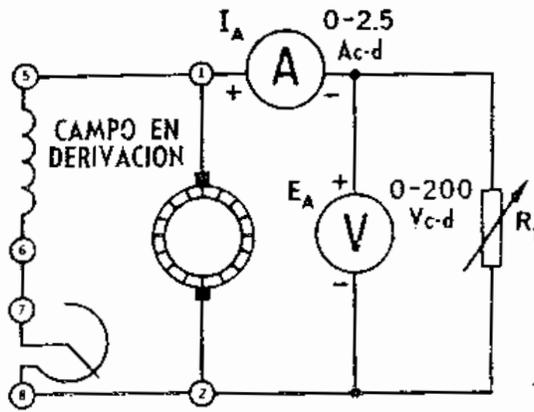

Figura 7-2.
3. a) Use los **Módulos EMS de motor/generador de c-d, medición de c-d y resistencia**, para conectar el circuito de la **Figura 7-2**.